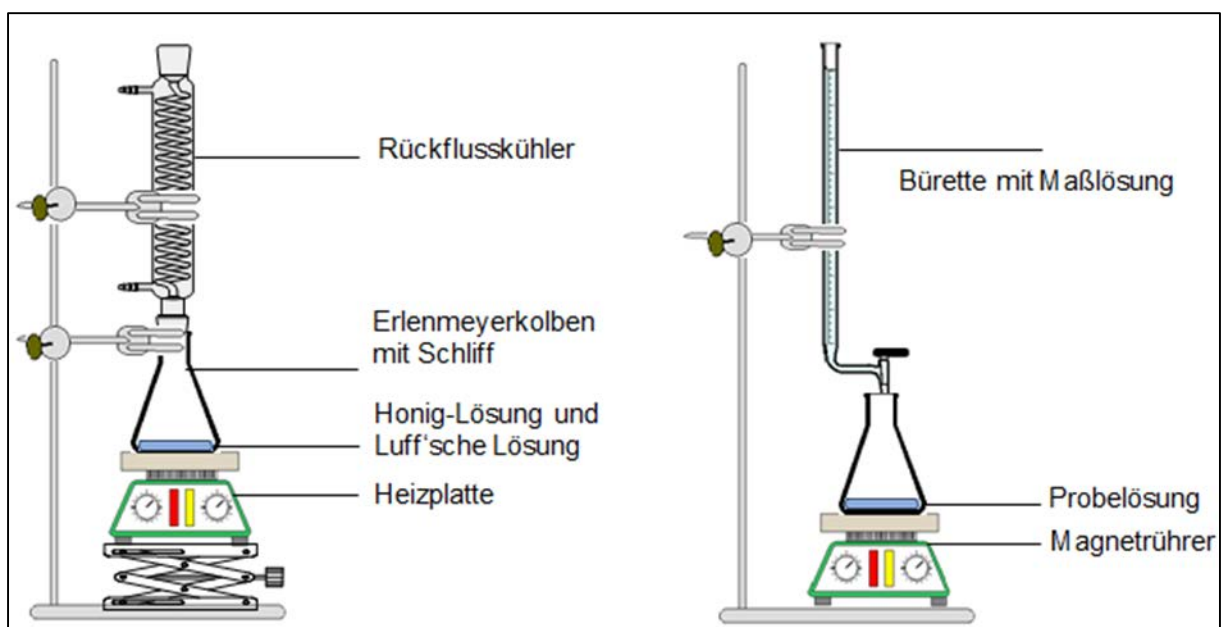

Abb. 1: Versuchsaufbau zum Erhitzen unter Rückfluss (links) und zu Titration (rechts)
- a) **Oxidation der reduzierenden Zucker mit Kupfer(II)-Ionen:** Zunächst werden 2,5 ml der Carrez-geklärten Honig-Lösung mit destilliertem Wasser auf 25 ml aufgefüllt und in einen Erlenmeyerkolben mit Schliff überführt. Anschließend werden 25 ml Luff'sche Lösung zugefügt. (**Achtung! Im Abzug arbeiten und Schutzhandschuhe tragen!**) Nach Zugabe von fünf Siedesteinchen wird die Lösung auf einer vorgeheizten(!) Heizplatte unter Rückfluss in zwei Minuten bis zum Sieden erhitzt (vgl. Abb. 1). Nach einer Siedezeit von exakt zehn Minuten wird das Gemisch in einem Eiswasserbad gekühlt.
- b) **Iodometrische Titration des Kupfer(II)-Überschusses:** Ist die Probenlösung erkaltet, so werden 3 g Kaliumiodid sowie 25 ml 25%ige Schwefelsäure unter vorsichtigem Umschwenken zugegeben. Nach der Zugabe von circa 3 ml Stärke-Lösung wird mit einer 0,1-molaren Natriumthiosulfat-Maßlösung bis zum Verschwinden der Blaufärbung titriert (vgl. Abb. 1).